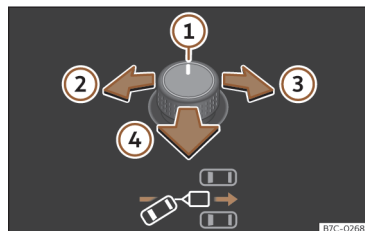
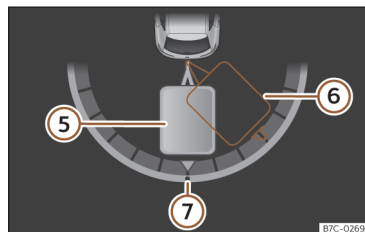

Fig. 145 Comando giratório dos retrovisores exteriores: ajustar o ângulo do reboque.
Fig. 146 Ecrã do painel de instrumentos: na marcha-atrás.
Legenda da >>> **Fig. 145**, >>> **Fig. 146**:
- Rode o comando giratório até atingir a direção desejada >>> **Fig. 145.** No ecrã do painel de instrumentos aparece, a modo de orientação, uma representação do conjunto veículo trator e reboque na posição atual >>> **Fig. 146.**